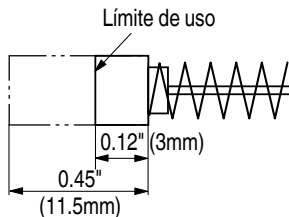

Fig. 11
6. Inspección de las escobillas de carbón (Fig. 11)